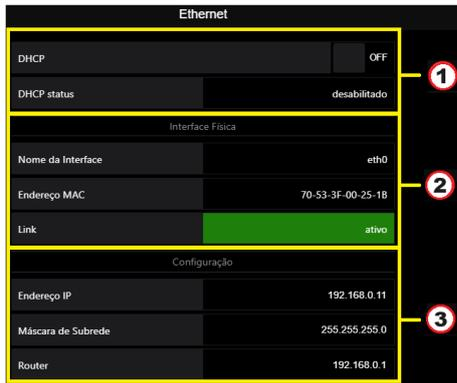

Figura 53 – Página de configuração Ethernet via Alfa Web Monitor
No primeiro bloco da Figura 53 há a possibilidade de configuração automática dos parâmetros da interface ethernet (endereço IP, máscara de subrede e router) através do protocolo DHCP (*Dynamic Host Configuration Protocol*). Para realizar esta configuração basta ativar a chave DHCP e aguardar o retorno do servidor DHCP. Com a correta atribuição automática de IP e parâmetros, é possível verificar o novo IP de entrada no Alfa Web Monitor navegando no menu do dispositivo através de seu teclado próprio. Nota: Para utilizar o DHCP é necessário estar disponível na rede um servidor DHCP responsável por conceder e controlar os endereços IP e os dispositivos desta rede.
Alternativamente à configuração automática via DHCP, o usuário pode definir as configurações da porta Ethernet por meio de um IP fixo definido. No item 3 sinalizado na Figura 53 é possível ao usuário redefinir estes parâmetros. Nota: Ao realizar a troca dos parâmetros de conexão o Indicador perde a comunicação com aquela sessão, sendo necessário reconfigurar a conexão entre o PC e o Indicador ou alterando o endereço IP de entrada no browser.